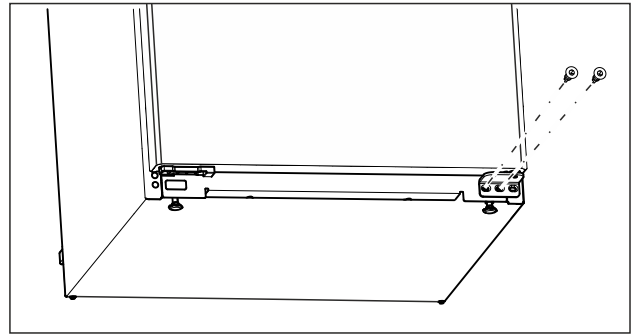

Fig. 6
- ▶ Відкрутіть середній гвинт на нижньому опорному кронштейні за допомогою викрутки Torx 20. (див. Fig. 6)
- ▶ Відкрутіть внутрішній гвинт на нижньому опорному кронштейні за допомогою викрутки Torx 20. (див. Fig. 6)